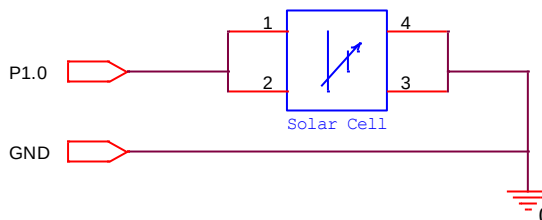

Fig. 5.4.1.a. Modulul de intrare
- schema modului este prezentata in Fig. 5.4.1.a.